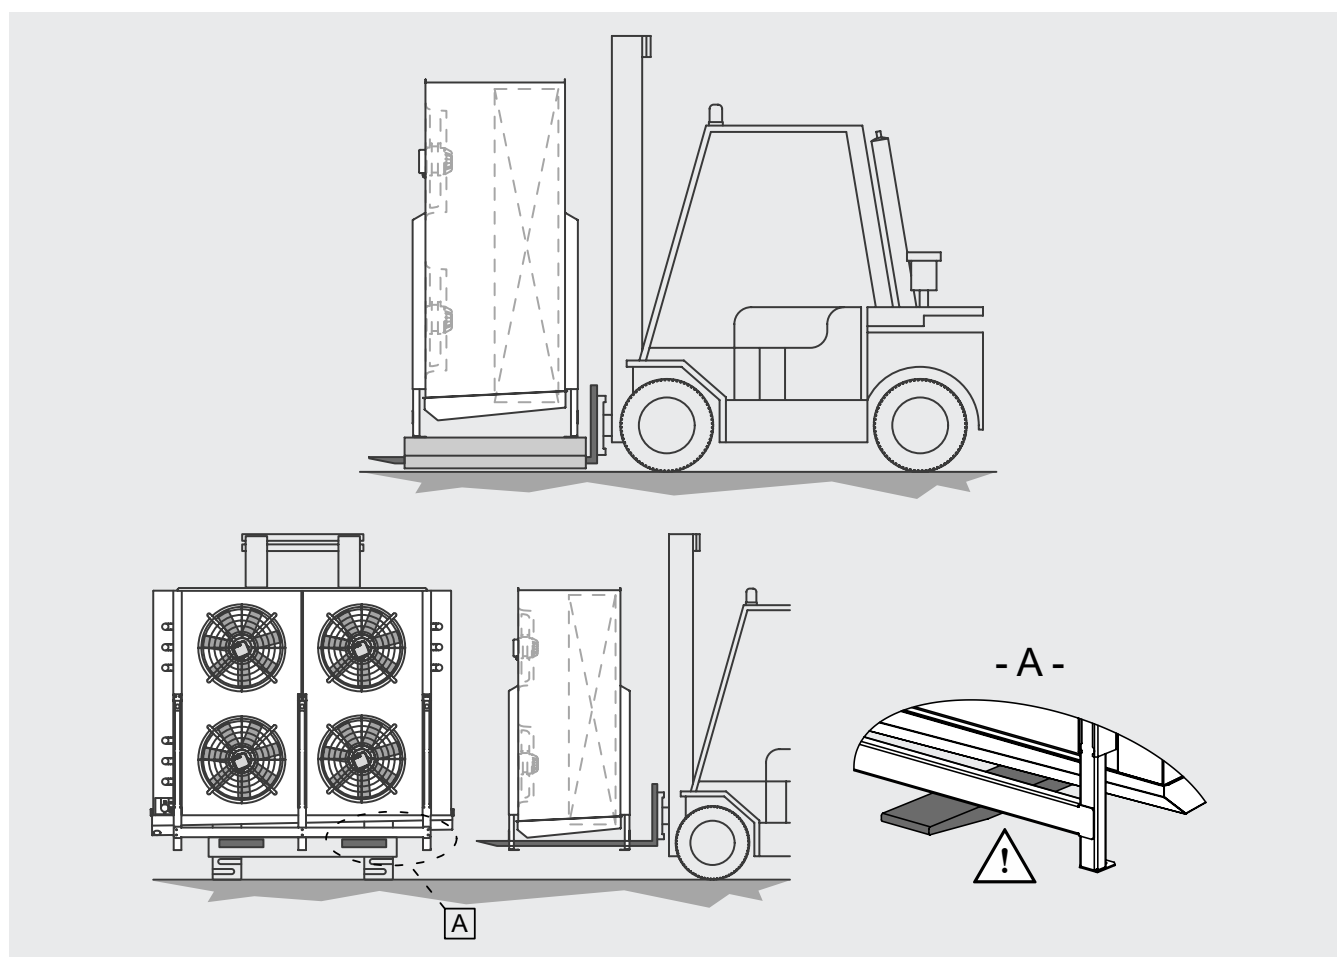

Figura 2
- 5.2 El modelo embalado debe ser desplazado por persona cualificado mediante una carretilla elevadora de capacidad adecuada, o con la grúa y/o carro puente (véase Cap. 7). Los estribos de levantamiento deben tener un largo superior a la profundidad del embalaje y/o del modelo. Evitar cualquier movimiento brusco y no detenerse en cercanías del área de maniobra. Fijar siempre los modelos a los órganos de levantamiento antes de proceder con las operaciones de movilización. Un impacto importante o un golpe fuerte pueden dar vueltas el modelo. Véase Figura 2.